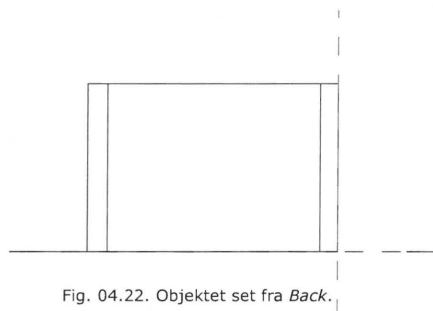

Fig. 04.22. Objektet set fra *Back*.
- Marker objektet (Fig. 04.22).